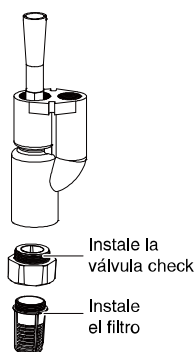

Figura 5
5. Instale la válvula de retención y el filtro en el extremo de toma simple del eyector (en la parte inferior del eyector- consulte la Figura 5).